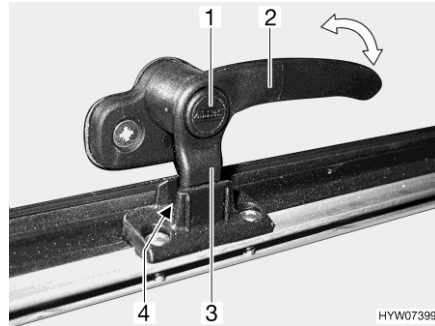
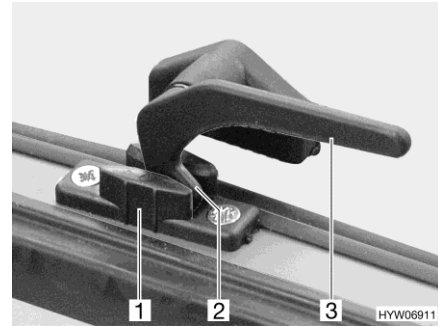

Fig. 116 Levier de verrouillage avec bouton de sécurité en position "Aération permanente"
Fig. 117 Levier de verrouillage en position "Aération permanente"
- En position "Aération permanente" (Fig. 116 et Fig. 117)
- S'il existe, appuyer sur le bouton de sécurité (Fig. 116,1) et le maintenir enfoncé.
- Tourner le levier de verrouillage (Fig. 116,2 ou Fig. 117,3) d'un quart de tour vers le centre de la fenêtre.
- Remettre le levier de verrouillage en position initiale. Le tenon de verrouillage (Fig. 116,3 ou Fig. 117,2) du levier de verrouillage doit pénétrer alors dans le logement prévu à cet effet dans le verrouillage de fenêtre (Fig. 116,4 ou Fig. 117,1).
- Relâcher le bouton de sécurité (Fig. 116,1) s'il y en a un.